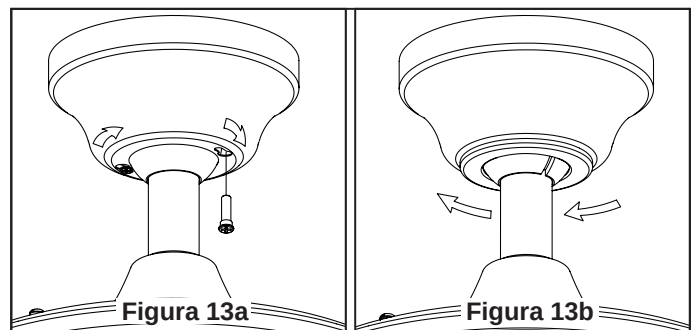

Figura 13a
1. Retire uno de los dos tornillos de reborde de la abrazadera para colgar. Afloje el segundo tornillo de reborde sin retirarlo del todo. Ensamble la base girando el chavetero de la base sobre el tornillo de reborde de la abrazadera para colgar. Ajuste el tornillo de reborde. Ensamble por completo el segundo tornillo de reborde que antes había retirado y ajústelo. (Figura 13a)